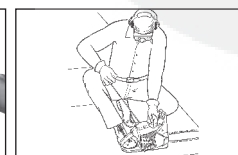

Fig. 9D
4. Maintenez l a tronçonneuse au sol, empoignez fermement la poignée antérieure de la main gauche et placez le pied droit à l'intérieur de la poignée arrière. De la main droite, tirez sur la corde du lanceur jusqu'àumoment où le moteur donne l'impression de démarrer(Fig. 9D).